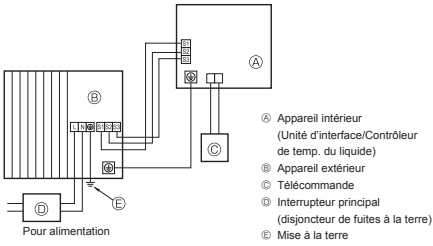
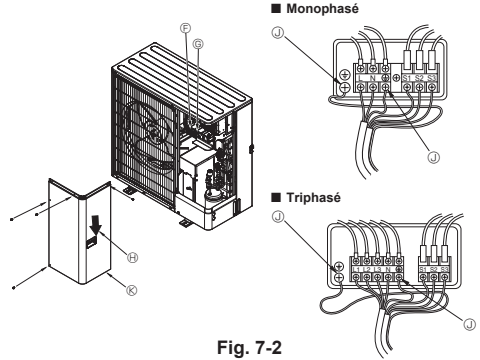

Fig. 7-1
Fig. 7-2
7.1. Appareil extérieur (Fig. 7-1, Fig. 7-2)
- ① Retirer le panneau de service.
- ② Effectuer le câblage conformément aux Fig. 7-1 et Fig. 7-2.